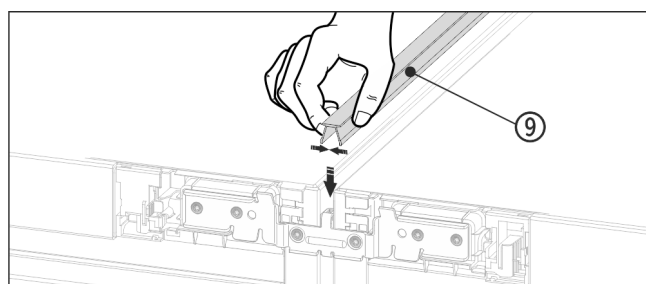

Fig. 25
- Sul lato superiore premere il listello superiore Fig. 25 (9) corto nella fessura orizzontale.